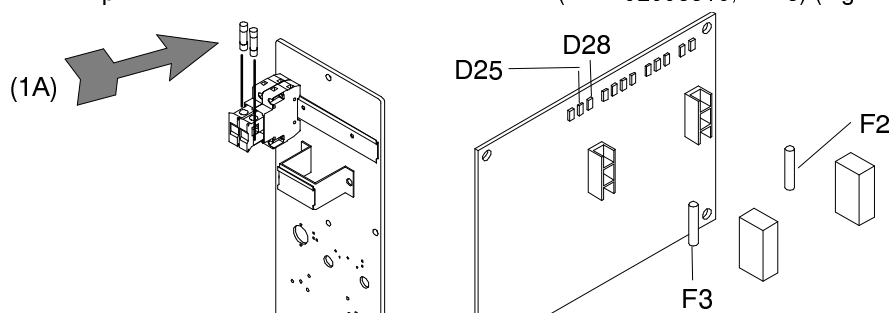

Fig. 22
a) Vérifier l'allumage des leds D25 et D28 sur le circuit imprimé (code 02E03947, tav. 8). S'ils ne s'allument pas, vérifier les fusibles F2 et F3 sur le circuit imprimé et éventuellement les fusibles de 1A (code 02008816, tav. 8) (Fig. 22).